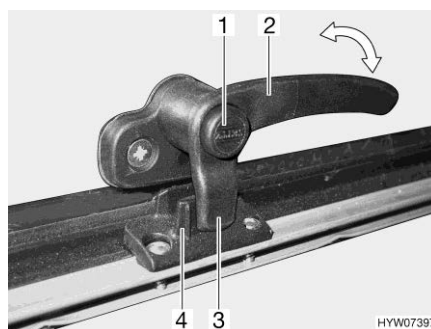
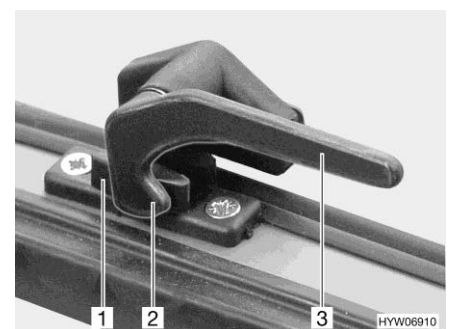

Bild 96 Låsarm med låsknapp i läget "stängd"
Bild 97 Låsarm i läget "stängd"
- Tryck på låsknappen (Bild 96,1) om sådan finns och håll den nedtryckt.
- Sväng låsarmen (Bild 96,2 eller Bild 97,3) ett kvarts varv mot fönstrets mitt.
- Sväng låsarmen (Bild 96,2 eller Bild 97,3) ett kvarts varv mot fönsterkarmen.
Låsspaken (Bild 96,3 eller Bild 97,2) på låsarmen sitter helt på fönsterlåsets insida (Bild 96,4 eller Bild 97,1).
- I läget "helt stängt" (Bild 96 och Bild 97)